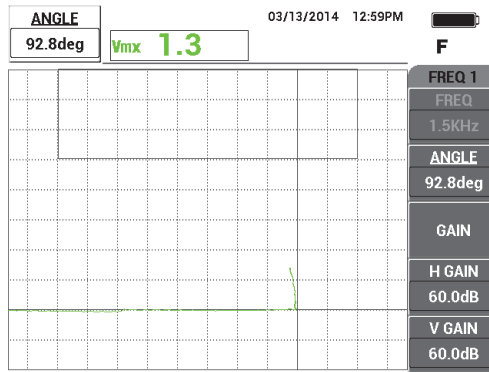

図 5-92 リフトオフの位相を水平に調整する
- 位相キー（）を押し、水平になるようにリストオフ位相を調整します（195ページの図5-92を参照）。